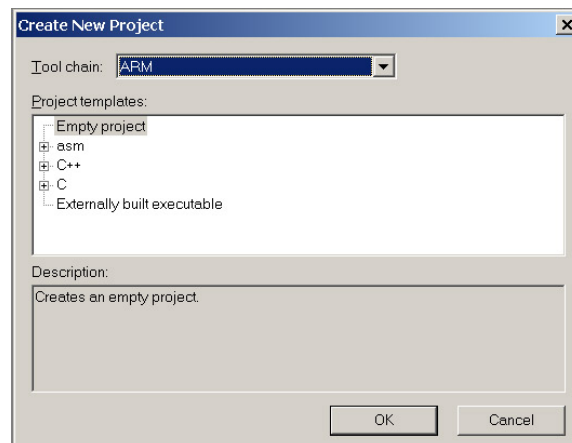

图 1. 生成新项目窗口
① 选择主菜单 **Project > Create New Project**，弹出生成新项目窗口，见图 1。